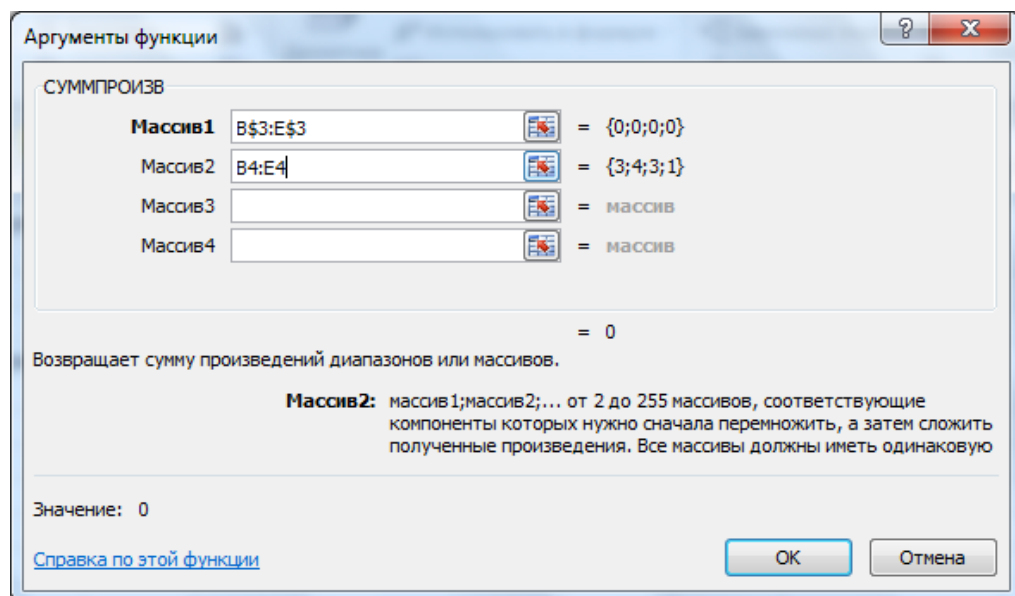

Рис.1. 9. Задание функции – значения целевой функции.
- На экране: в F4 введена функция, как показано на Рис.1. 10.